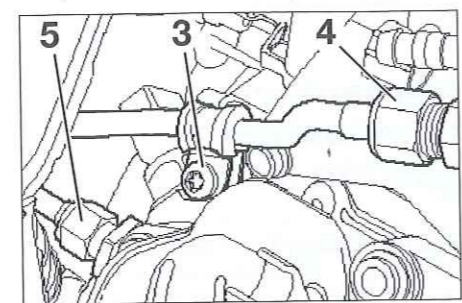

Fig. 32
- Desmontar la brida (3) del tubo de alta presión (Fig.32).
- Aflojar la tuerca del tubo de alta presión (4) y (5).